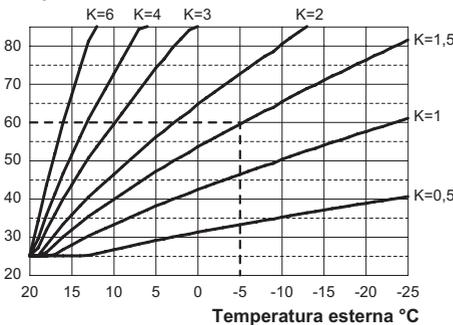

Figura 5.30
Se alla caldaia **È COLLEGATO** il comando remoto (opzionale) riferirsi alla Figura 5.30. In questo caso il settaggio del coefficiente K deve essere fatto da remoto.
Quando si installa la sonda esterna bisogna impostare questo parametro in base al rendimento dell'impianto di riscaldamento per ottimizzare la temperatura di mandata (Figura 5.30).
Es. Per avere una temperatura di mandata all'impianto di riscaldamento di 60°C con una esterna di -5°C si deve settare un K di 1,5 (linea tratteggiata in Figura 5.30).
- Utilizzando i tasti 16 o 17 è possibile modificare il valore del parametro 15 da un minimo di **01** ad un massimo di **60** in base alla curva scelta del coefficiente K in Figura 5.30 (il valore letto sul display corrisponde a valori decimali di coefficienti K).